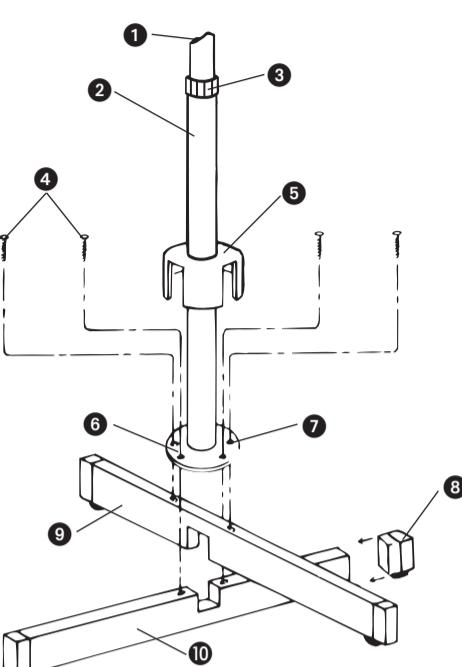

FIG. 1
2. Loosen and remove the four screws from bar A and bar B. Cross the 2 bars as shown in Fig. 1 and align the four holes with those on the flange. Secure the flange to the bars with the four screws. Slide the base cap down over the assembly.
2. Afloje y retire los cuatro tornillos de las barras A y B. Cruce las 2 barras como se muestra en Fig. 1 y alinee los cuatro agujeros con aquellos en el rebordo. Asegure el rebordo a las barras con los cuatro tornillos. Deslice hacia abajo la tapa de la base sobre lo ensamblado.